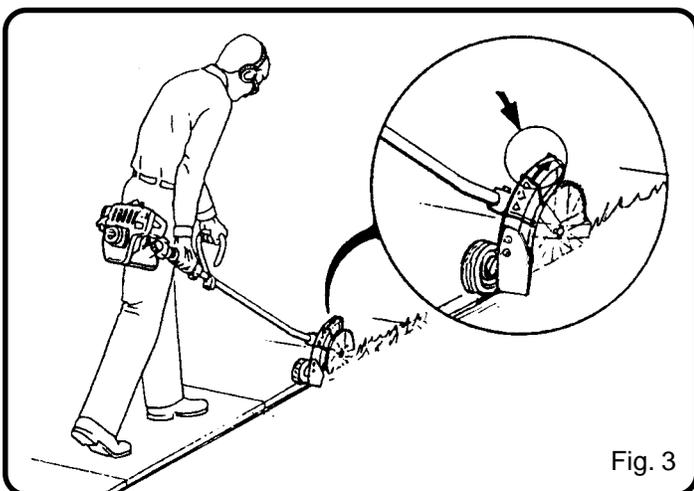

Fig. 3
Voir la figure 3.
- À l'aide de la flèche de guidage placée sur le protège-lame, aligner la lame avec le bord de la surface à finir. Voir la figure 3.